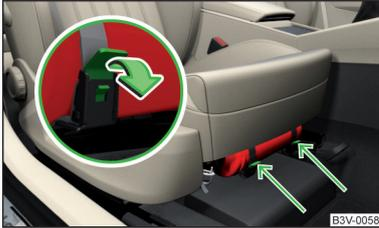

Abb. 323
- › Zum **Abnehmen** des Feuerlöschers die Sicherungen an den beiden Gurten in Pfeilrichtung lösen » Abb. 323 und den Feuerlöscher abnehmen.